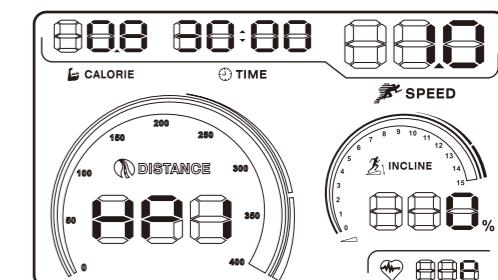

图25
- 按下面板上心跳控速程序键 ，屏幕上会显示 HP1 (再次按心跳控速程序键，会进入 HP2)，屏幕上方的时间会默认为30分钟，您可以通过 SPEED (速度) 的+ (增加) / - (减少) 键调整时间。（图25所示）。